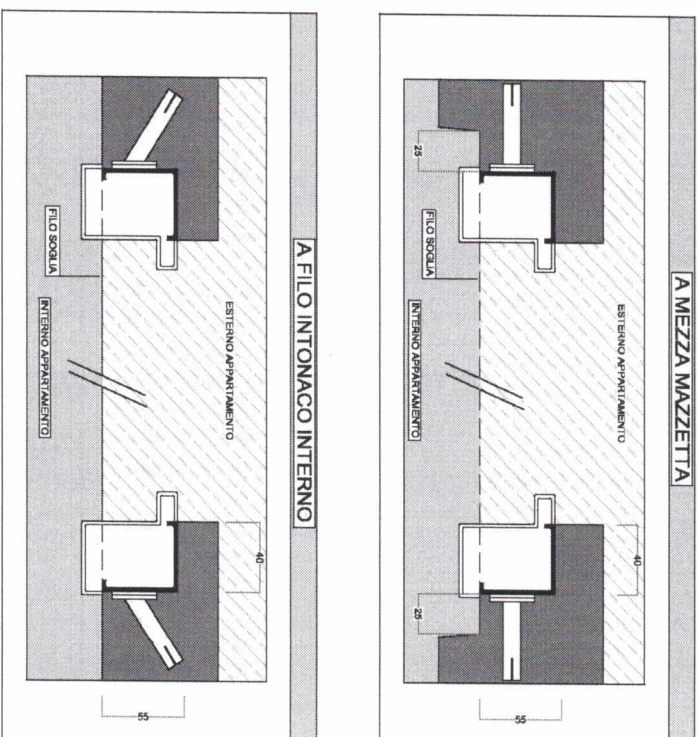

Figura 1
1. Aprire le zanche " A" dai profili del controltelaio (vedi figura 1);